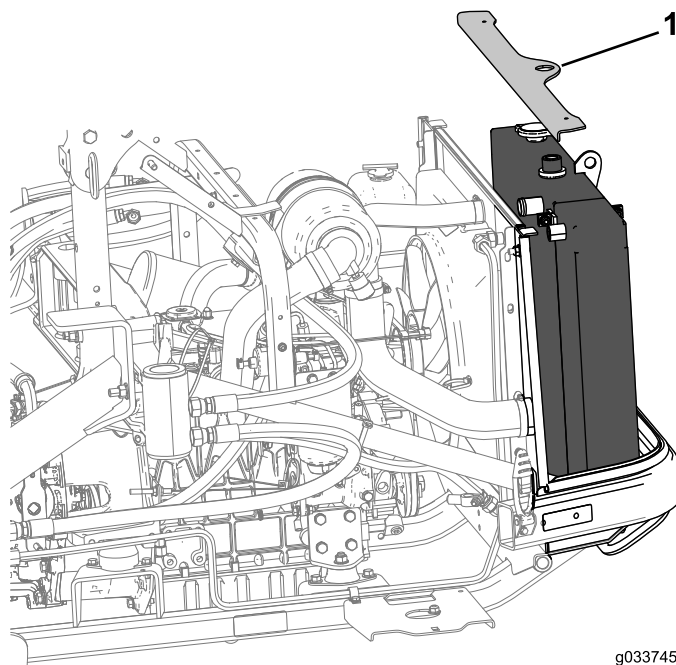

図 2
4. ラジエターブラケットを外し、ファンシェラウドをゆるめ、ラジエターアセンブリを、その下部取り付け部を支点として後ろに傾ける(図2)。